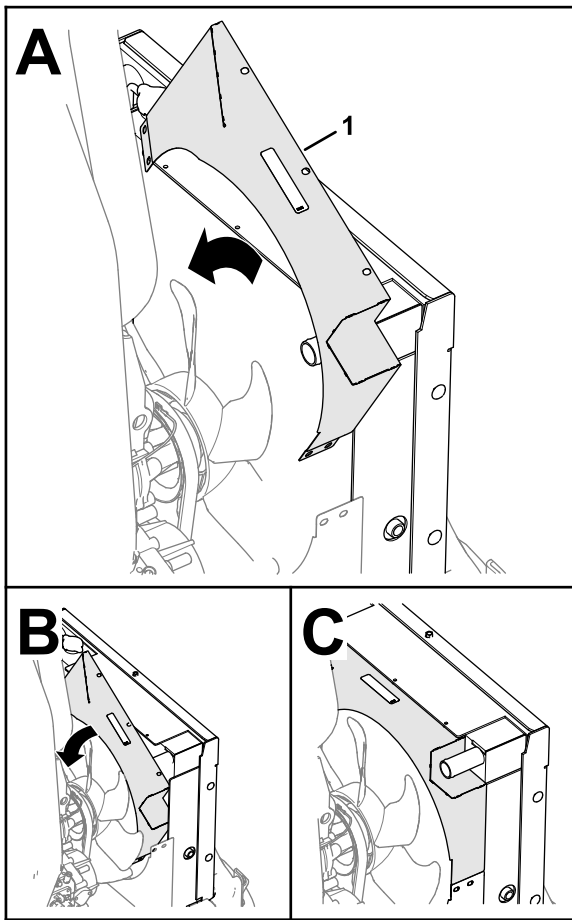

Figura 35
6. Alinee la cubierta del ventilador superior con la máquina, tal y como se muestra en la Figura 35.